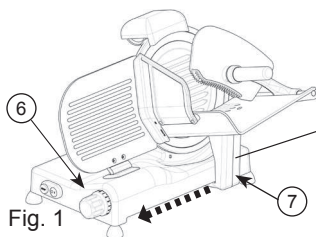

Fig. 1
• Togliere la spina dalla presa di corrente. • Pulire accuratamente la parte di lama da affilare. • Ripristinare la presa di corrente. • Posizionare la paratia mobile (2) alla massima distanza dalla lama (3) ruotando la manopola graduata (6). • Applicare il gruppo affilatoio (10) sulla paratia mobile (2) come indicato in Fig.1 bloccandolo sulla stessa mediante il pomolo (23). • Premere l'interruttore d'avviamento motore (5) in modo da attivare l'affilatura automatica. Se è necessario ruotare la manopola graduata (6) fintanto che la mola affilatrice ruoti assieme alla lama. • Lasciare affilare automaticamente la lama per circa 1 minuto, quindi procedere premendo il bottone di pressione della mola controbava (27) per circa 2 o 3 secondi; contemporaneamente al rilascio del bottone spegnere il motore. • Effettuata l'affilatura togliere l'affilatoio (10) dalla paratia mobile (2) e reinserire lo stesso nell'alloggiamento originario. • Dopo più affilature pulire la mola affilatrice da eventuali residui con alcool servendosi di uno spazzolino.
- Make sure that the graduated knob (6) is in position "0" - Fig. 1 (the system operates only if the graduated knob is in position "0").